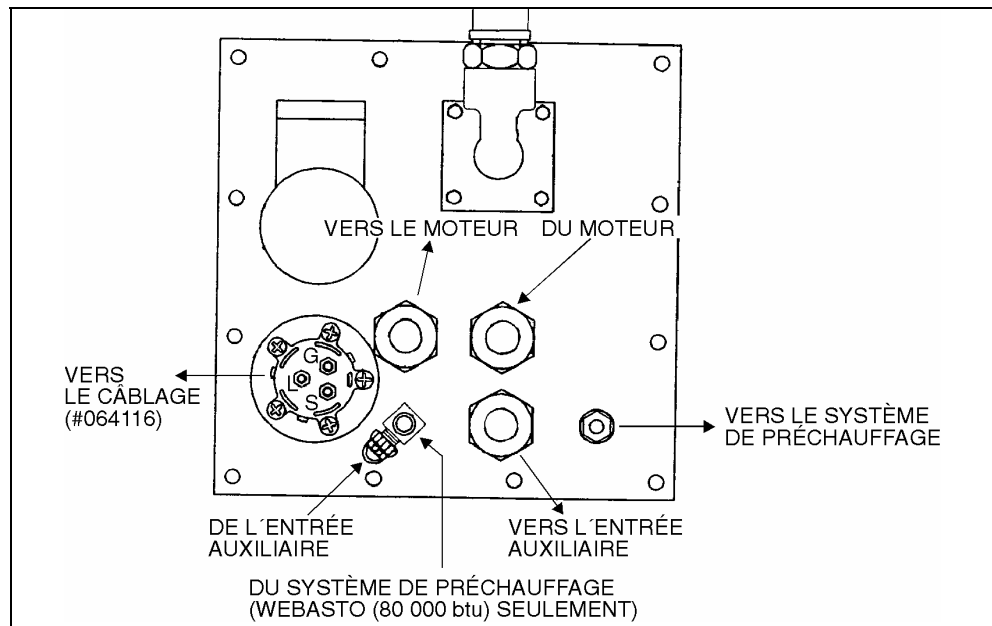
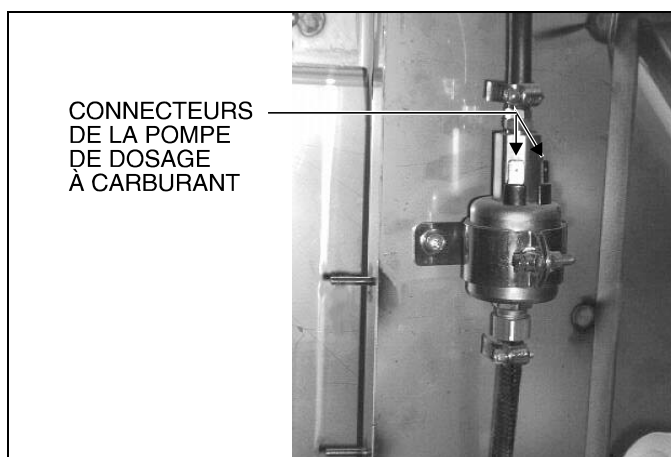

FIGURE 3: PANNEAU DE BRANCHEMENT DU RÉSERVOIR DE CARBURANT
FIGURE 4: POMPE DE DOSAGE A CARBURANT
- Enlever le bouchon du port «vers le système de préchauffage» (Fig. 3). Utiliser un scellant à filet de type *Loctite 567™* pour installer le tube de succion auxiliaire (Prévost #031993) sur le port «vers le système de préchauffage».
- Enlever le bouchon du port «vers le système de préchauffage» (Fig. 3). Utiliser un scellant à filet de type *Loctite 567™* pour installer le tube de succion auxiliaire (Prévost #032013) sur le port «vers le système de préchauffage».
- Enlever le bouchon du port «du système de préchauffage» (Fig. 3). Utiliser un scellant à filet de type *Loctite 567™* pour installer l'adaptateur droit (Prévost #501316), puis le raccord à boyau droit (Prévost #507602).
9. Si applicable, en utilisant un scellant à filet de type *Loctite 567™*, assembler le boyau d'alimentation du système de préchauffage, le boyau de retour du système de préchauffage, le boyau d'alimentation auxiliaire et/ou le boyau de retour auxiliaire au panneau de branchement du réservoir de carburant (Fig. 3).
10. Dans le compartiment du condenseur, brancher les connecteurs *C107* and *C152* du câble assemblé (Prévost #064116). Passer le fil par le passe-fil, puis brancher les fils *0*, *76*, et *76C* aux terminaux *G*, *S*, et *L* respectivement, sur le panneau de branchement (Fig. 3). Si le véhicule est équipé du système de préchauffage Espar (40 000 btu), Brancher les fils *127W* et *128W* à la pompe de dosage à carburant (Fig. 4) (les fils peuvent être branchés à l'un ou l'autre des connecteurs sans affecter le fonctionnement), sinon, fixer les fils avec des serres-câbles.